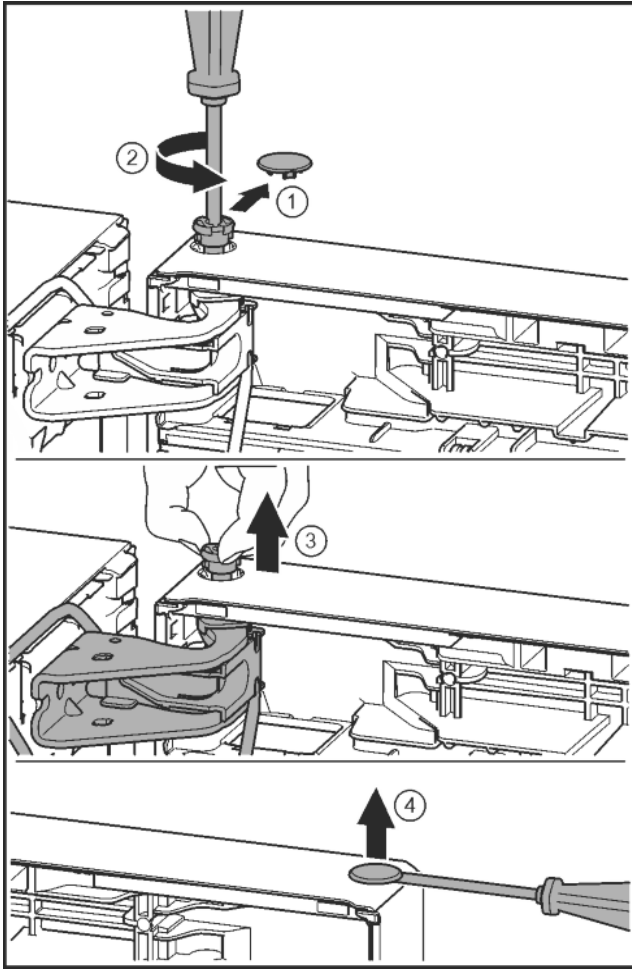

Fig. 21
- ▶ Óvatosan húzza le a biztonsági fedelet. Fig. 21 (1)
- ▶ A csapot a T15 csavarhúzóval kicsit tekerje ki. Fig. 21 (2)
- ▶ Tartsa meg az ajtót, és a csapszeget az ujjával húzza ki. Fig. 21 (3)
- ▶ A dugót egy hornyoltfejú csavarhúzóval óvatosan emelje ki az ajtó csapágyperselyből, és húzza ki. Fig. 21 (4)